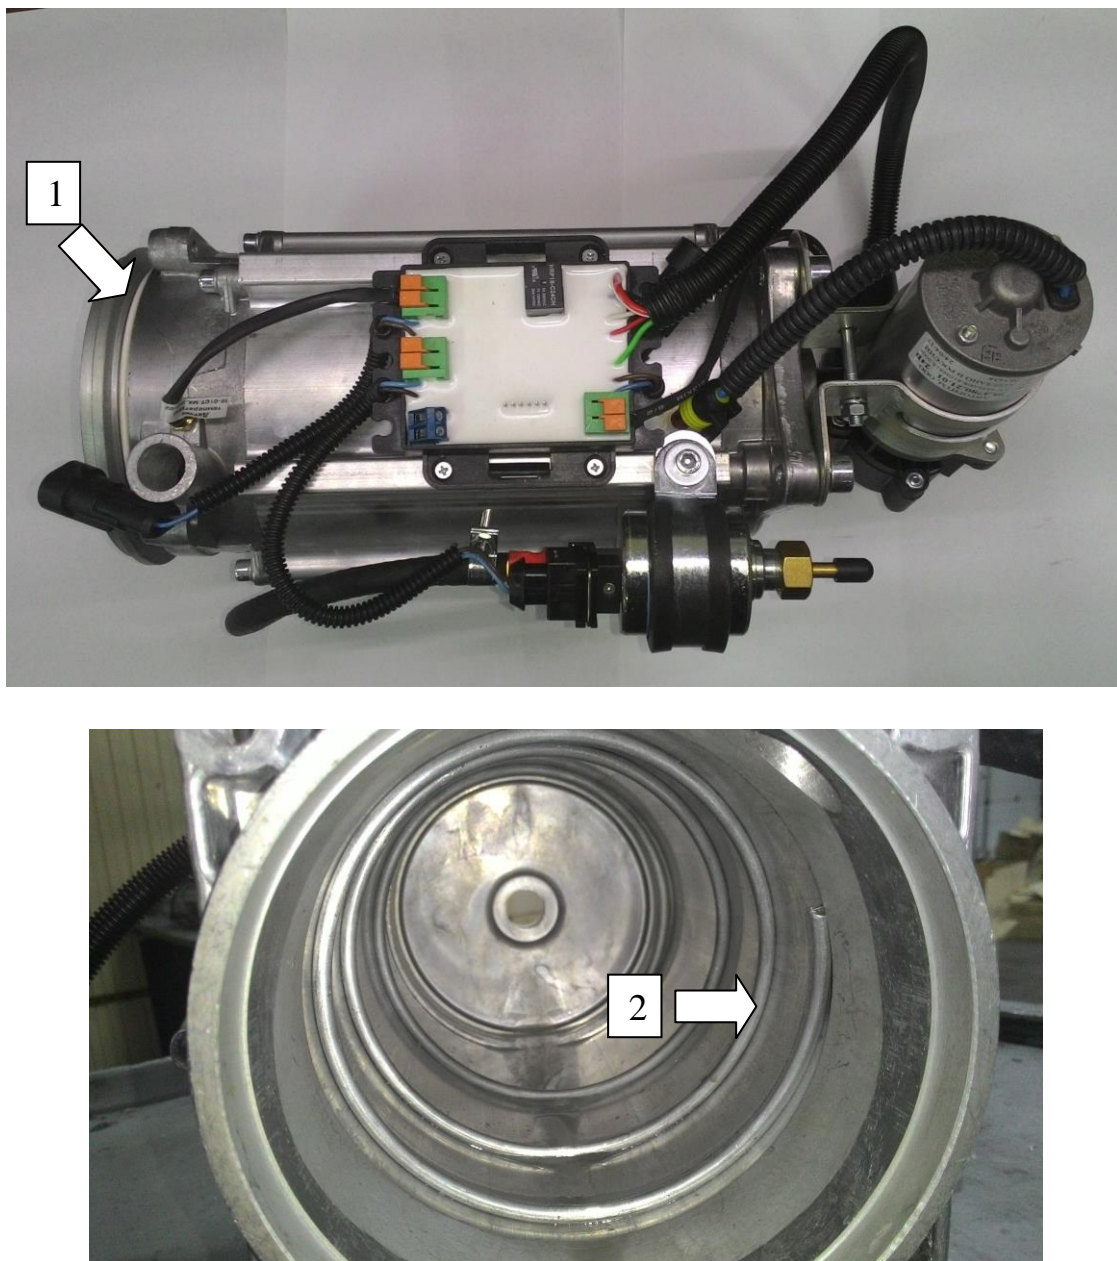

Рис.25 Котел подогревателя ПЖД16-01СТ
- вынуть теплообменник из котла подогревателя (рисунок 25).
Монтаж теплообменника производится в обратной последовательности, при необходимости следует заменить уплотнительное кольцо поз.1 рисунок 25, перед установкой в котел теплообменника, контролировать равномерность распределения витков спирали поз.2 рисунок 25.